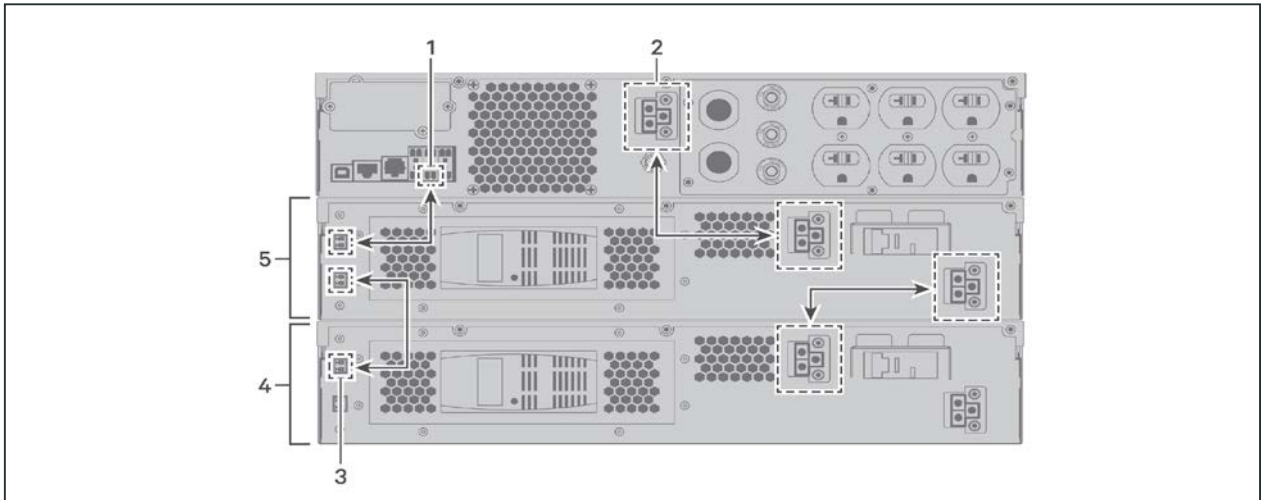

図 2-2 EBCをUPSに接続
5. 付属のEBCケーブルをキャビネット背面に接続してから、UPSの背面に接続します(図2-2参照)。